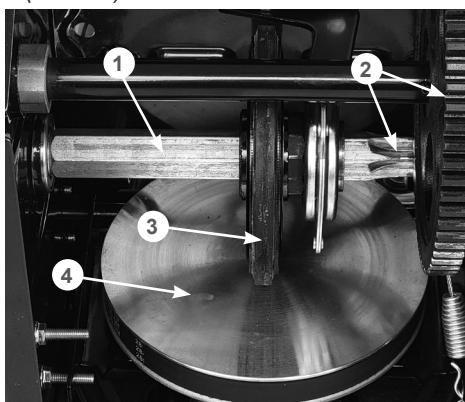

Рис. 44 Обслуживание трансмиссии
Если при нажатом рычаге включения хода снегоотбрасыватель не движется или при нажатии на рычаг включения хода слышны посторонние звуки, а регулировка длины троса включения хода не позволяет устранить проблему, возможно, фрикционное колесо 3 (Рис. 44) полностью износилось и его необходимо заменить.
4. Нанесите универсальную низкотемпературную смазку CHAMPION EP-0 тонким слоем на шестигранный вал 1 фрикционного колеса и зубья шестерен 2 (Рис. 44).
Не допускайте попадания смазки на резиновое фрикционное колесо 3 и ведущий диск 4 (Рис. 44).
- Проверьте состояние фрикционного колеса 3 (Рис. 44). Если высота резинового кольца относительно фрикционного колеса 2 мм и менее, если на резиновом кольце имеются повреждения и разрывы, фрикционное колесо необходимо заменить.